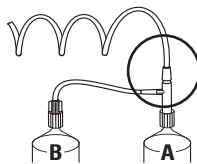

Figura 9 - 5: Conector T
NOTA: Se um tubo conector com conector T for usado, primeiro conecte a parte reta à seringa de contraste (A) e depois a extensão à seringa de solução salina (B). Consulte Figura 9 - 5: Conector T.